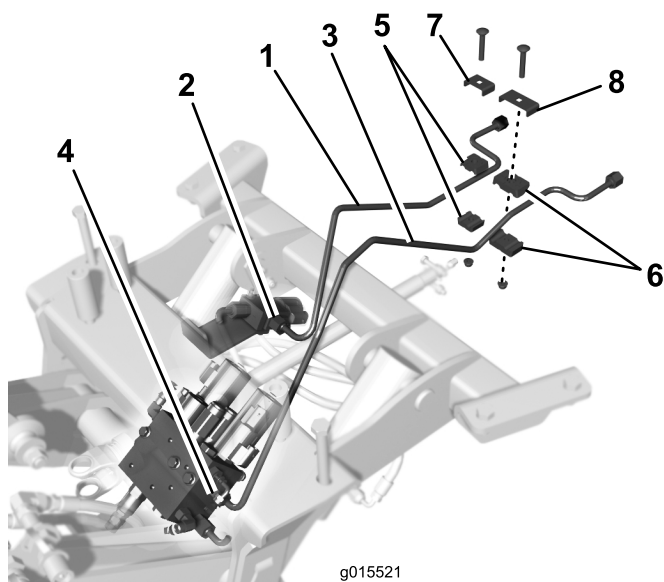

Figura 9
3. Ligue a extremidade traseira do tubo hidráulico mais curto ao tubo na máquina (Figura 9).
4. Ligue a extremidade traseira do tubo hidráulico mais comprido ao tubo na máquina (Figura 9).
6. Prenda sem apertar o tubo hidráulico mais curto ao tubo adjacente, na máquina, com a braçadeira de tubo mais pequena, placa, parafuso de carroçaria e porca flangeada, como se mostra em Figura 9.
7. Prenda sem apertar o tubo hidráulico mais comprido ao tubo adjacente, na máquina, com a braçadeira de tubo maior, placa, parafuso de carroçaria e porca flangeada, como se mostra em Figura 9.